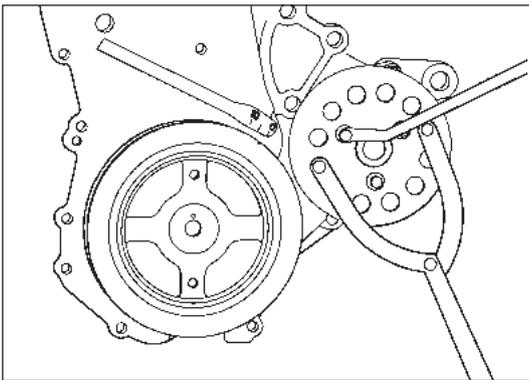
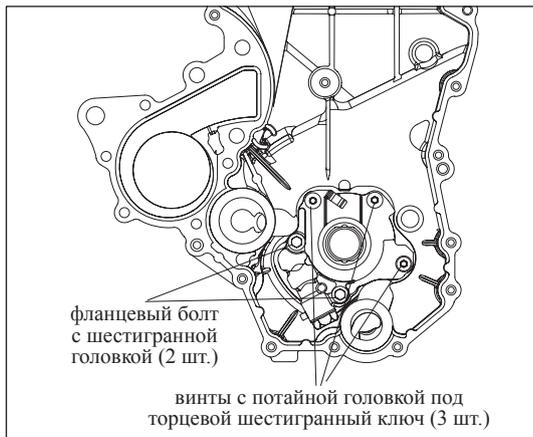

Рис. 10-4-2. Разборка шкива насоса ОЖ
Рис. 10-4-3. Снятие болтов и гаек
- (1) Слить охлаждающую жидкость из двигателя
- (2) Перед разборкой насоса ОЖ ослабить болт (M8×30) кронштейна регулировки генератора и фланцевый болт крепления генератора (M10×1.25×72), затем снять ремень привода генератора.
- (3) Снятие шкива насоса ОЖ.
- а) Зафиксировать шкив насоса ОЖ специальным приспособлением, затем открутить 3 болта (M6×12), как изображено на рис. 10-4-2.
- (4) Снятие насоса ОЖ и его прокладки
- а) Открутить 3 болта (M6×35) и 2 гайки с фланцами (M6), как изображено на рис. 10-4-3.